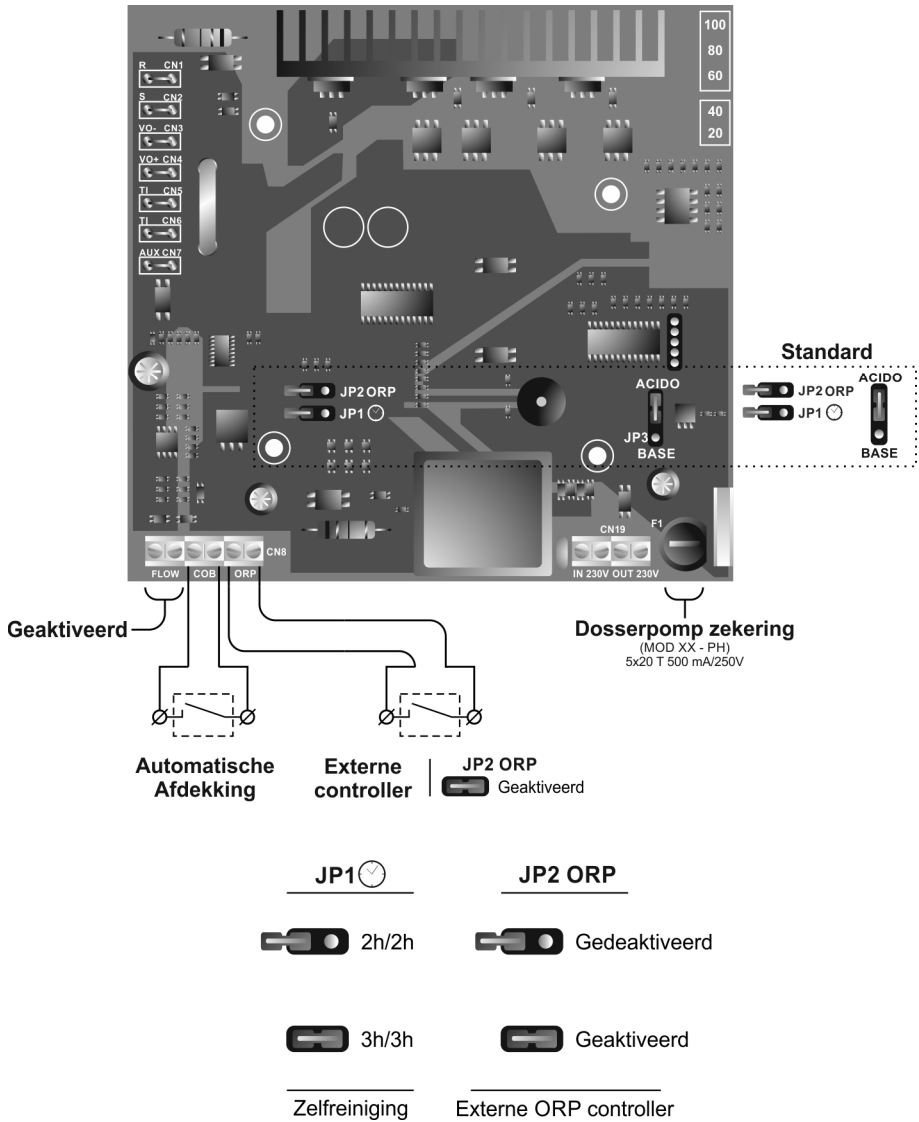

Fig. 11
- **System voor ZELFREINIGING VAN ELEKTRODEN:** De inversiefrequentie kan worden geselecteerd door middel van de jumper "JP1" die zich op het bedieningspaneel van het systeem bevindt (Fig. 11). Deze configuratie zal efficiënt zijn wanneer het apparaat wordt afgekoppeld en opnieuw wordt aangekoppeld.